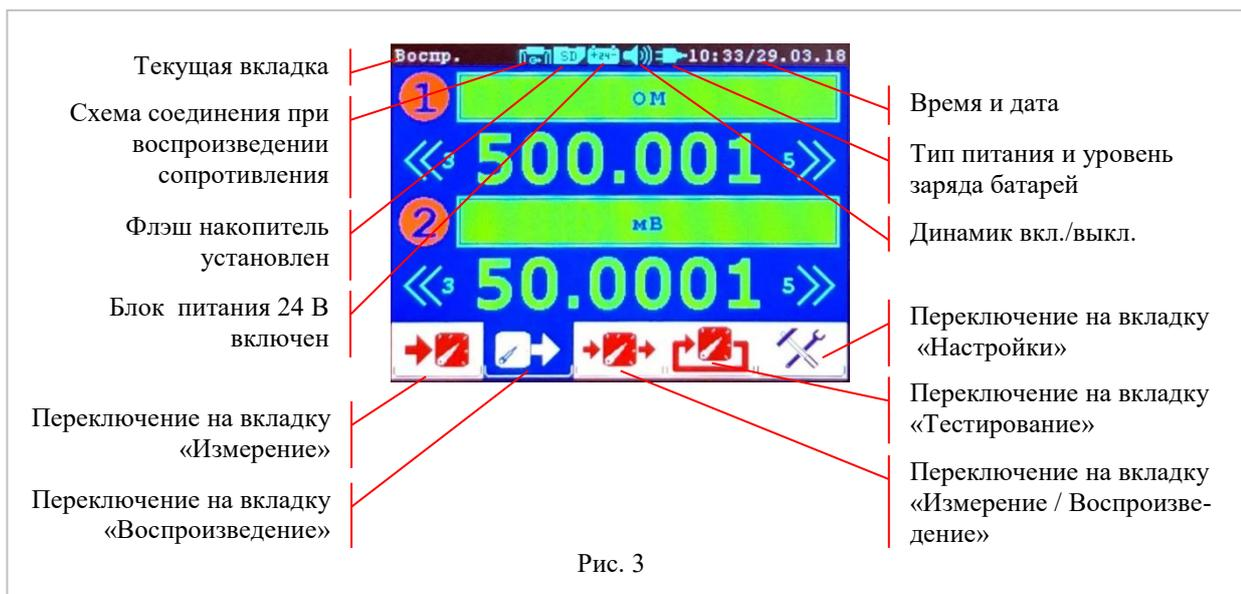

Рис. 3
Включение и выключение КИТ-1 осуществляется нажатием на кнопку управления питанием. После включения питания на дисплее появится начальная заставка и через 3 секунды появится картинка, аналогичная рис. 3.
4.1.1 Сенсорный дисплей, рис. 3